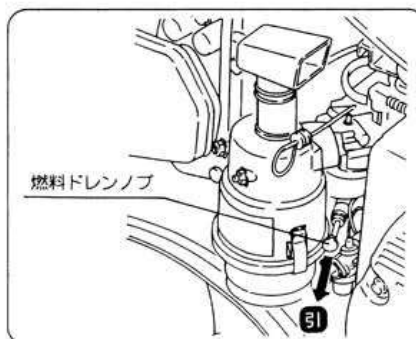

図54
(1) 清掃、洗浄、注油
- ① 車輪や作業機等に付着した泥、ゴミ、屑等は、よく落として水洗し、水洗後は水分をよく拭取って乾燥してください。
- ② 回転部、摺動部には、たっぷりとオイルを差してください。
(2) クラッチレバー等
(3) オイル交換
(4) 燃料の抜取り (図54)
- ① エンジンを30日以上使わないときは、燃料変質による始動不良等を防止するために、気化器内と燃料タンク内の燃料を燃料ドレンノブで引き燃料を抜いてください。